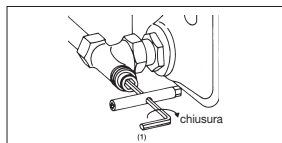

Fig.4 Intercettazione del detentore a servizio del radiatore
2. Chiudere l'otturatore conico con una chiave esagonale CH 6 (6mm) (1) girando in senso orario (Fig. 4).